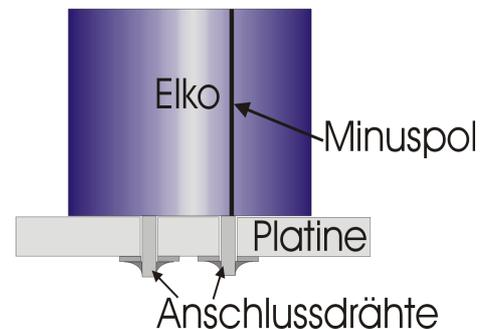

Abbildung 4: Elko Bestückt
- Folien-Kondensatoren, Elko's sind in der Regel leicht zu verarbeiten. Diese Kondensatoren können, bei richtigem Rastermass, direkt auf die Platine bestückt werden. Kondensatoren sind, wie Widerstände, direkt auf die Platine zu setzen, ohne Abstand. Zu sehen in Abbildung 4.